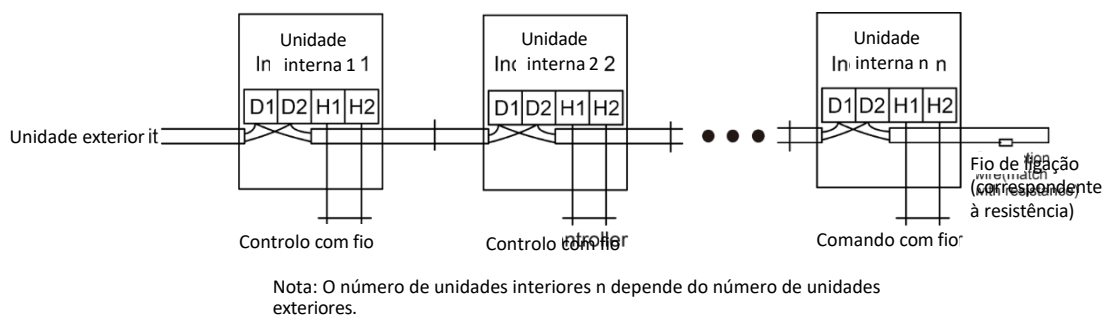

Fig. 5.5
- 2 Para garantir a fiabilidade da comunicação entre a UI e a UE e da comunicação entre as UI, adicione uma resistência adequada (fornecida numa embalagem antes da saída da fábrica) na placa de cablagem da última unidade interior numa ligação em série. A resistência correspondente deve ser ligada em paralelo entre os parafusos dos terminais D1 e D2, ver Fig. 5.5.